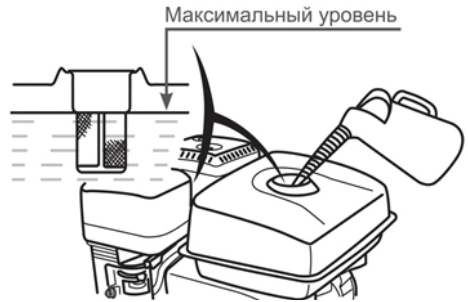

Рис. 12 Максимальный уровень топлива в топливном баке
Максимальный уровень топлива показан на Рис. 12.
3. Залейте бензин в топливный бак при помощи специальной емкости или воронки до уровня, показанного на Рис. 12.